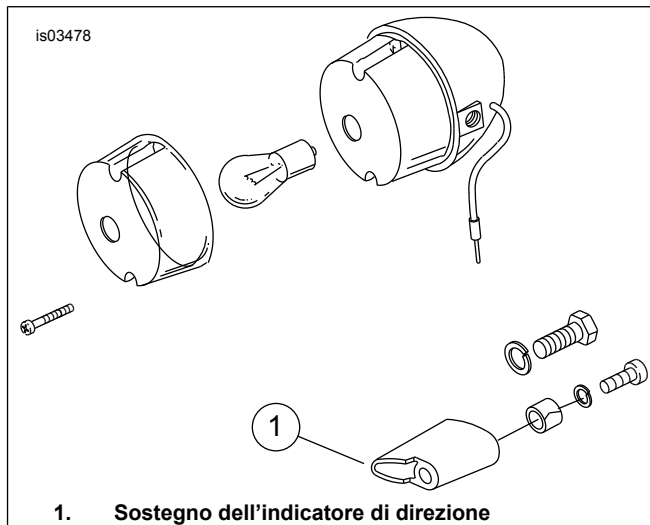

Figura 4. Indicatore di direzione posteriore dei modelli Softail (tipico sostegno tipo airfoil)
3. Vedere Figura 4. Rimuovere il guscio della luce dal sostegno degli indicatori di direzione, quindi rimuovere il sostegno. Conservare la bulloneria per l'installazione. Eliminare il sostegno.